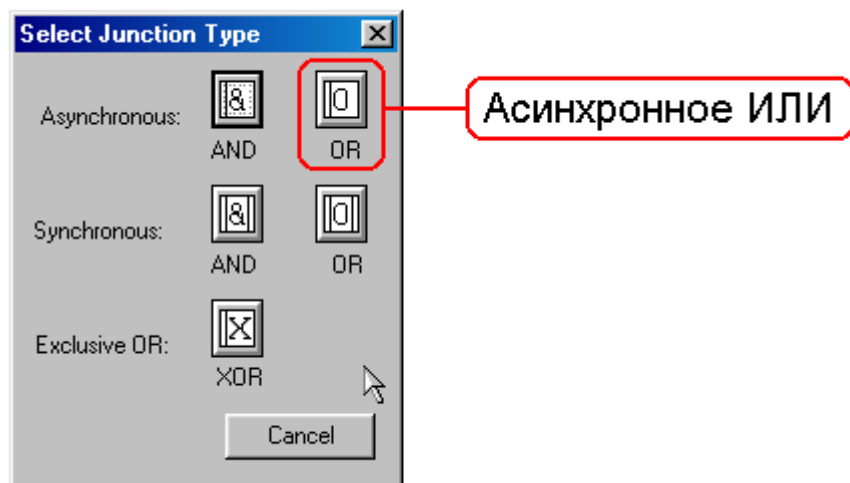

Рисунок 6.12 - Перекресток типа "асинхронное ИЛИ"
- 7 С помощью кнопки  на палитре инструментов внесите два перекрестка типа **"асинхронное ИЛИ"** (рисунок 6.12)